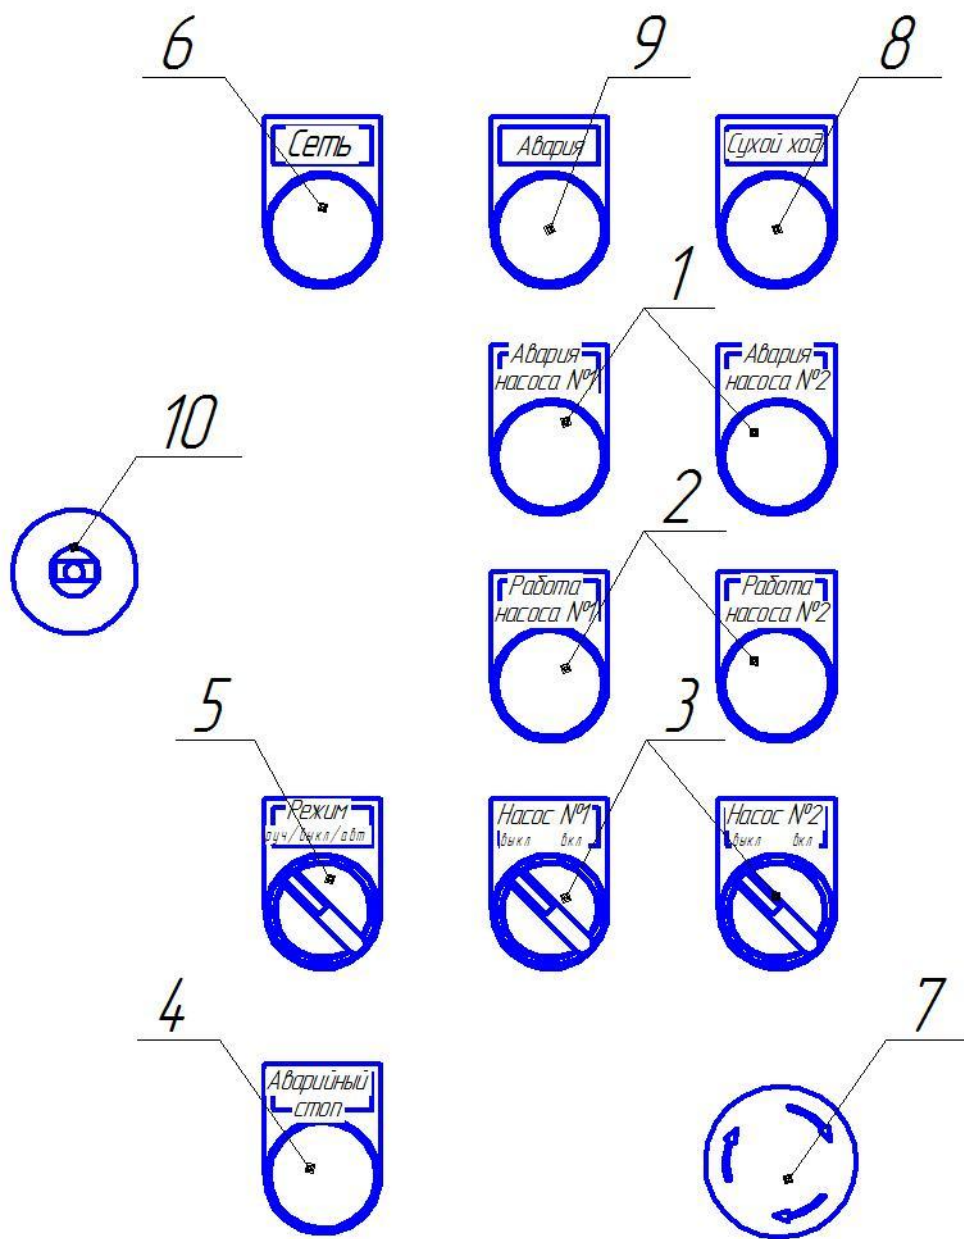

Рис. 2 Органы управления и индикации пульта управления
3.2 Органы управления и индикации на передней панели пульта управления приведены на рис. 2
3.3 Назначение органов управления и индикации передней панели пульта, указанных на рис.2, приведены в таблице 3.
- Установите переключатели насосов «Выкл./Вкл.» (рис.2 поз.3), в положение «Выкл.».
- Установите переключатель «Режим Ручн./Выкл./Автом.» (рис.2 поз. 5) в положение «Выкл.».
- Включите переключатель электропитания станции (рис.2 поз .9) в положение «Вкл.», загорится светодиод «Сеть» (рис.2 поз. 6).
- Проверьте правильность вращения рабочего колеса насоса. Переведите переключатель «Режим Ручн./Выкл./Автом.» (рис.2 поз. 5) в положение «Ручн.».
- Запустите насос на 2-3 секунды включением одного из переключателей насосов «Выкл./Вкл.» (рис.2 поз. 3) в положение «Вкл.», и внимательно наблюдая за вращением крыльчатки охлаждения электродвигателя, определить направление вращения рабочего колеса. Рабочее колесо должно вращаться по направлению стрелки, изображенной на корпусе насоса. Аналогично проверьте направление вращения рабочего колеса второго насоса.
- включить переключатель электропитания станции (рис.2 поз .9) в положение «Вкл.», при этом должен загореться светодиод «Сеть» (поз. 6).
- установить переключатели насосов, которые не будут находиться в работе «Выкл./Вкл.» (рис.2 поз. 3), в положение «Выкл.».
- переключатель «Режим Ручн./Выкл./Автом.» (рис.2 поз. 5) установить в положение «Ручн..».
- включить переключатель электропитания станции (рис.2 поз .9) в положение «Вкл.», при этом должен загореться светодиод «Сеть» (рис.2 поз. 6)..
- установить переключатели насосов «Выкл./Вкл.» (рис.2 поз. 3) в положение «Вкл.».
- переключатель «Режим Ручн./Выкл./Автом.» (рис.2 поз. 5) установить в положение «Автом..».
- 5.5 При возникновении нештатной ситуации для одновременной остановки всех насосных агрегатов необходимо нажать кнопку аварийной остановки (рис.2 поз.7). В нажатом положении кнопка фиксируется и загорается индикатор «Аварийный стоп» (рис.2 поз.4)
- 5.7 Индикатор «Сухой ход» (рис.2 поз.8) мигает после срабатывания реле протока;
Индикатор «Сухой ход» (рис.2 поз.8) после срабатывания поплавкового выключателя горит не мигая;
При срабатывании реле протока станция аварийно отключится через 8-10сек. Отключение данного аварийного режима происходит после установки переключателя «Режим Ручн./Выкл./Автом.» (рис.2 поз.5) в положение «Выкл.» или выключении электропитания на насосную станцию. Последующее включение насосной станции возможно только при наличии перекачиваемой жидкости во всасывающем коллекторе и насосах.